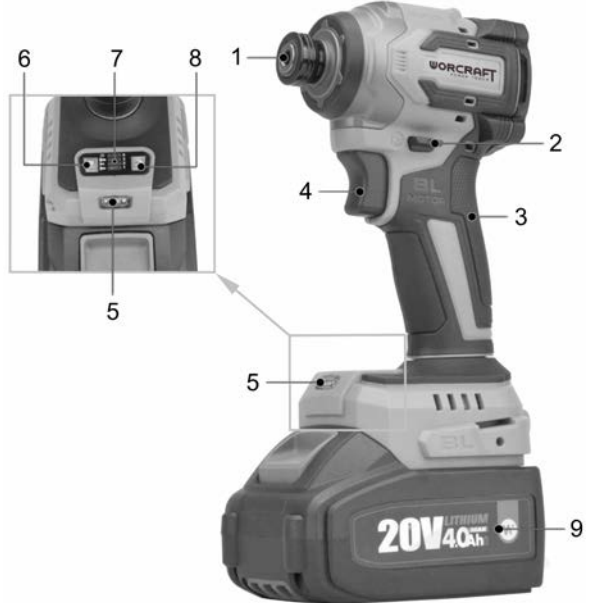

Рисунок 1
4.2 Встановіть біту або торцеву головку в шестигранний тримач «hex-drive» (1, рисунок 1). Щоб зняти встановлену насадку, відтягніть втулку тримача назовні та витягніть насадку (дивіться рисунок 3).
4.3 Для увімкнення виробу необхідно натиснути на пускову кнопку (4, рисунок 1). Регулювання швидкості обертання шпинделя здійснюється ступенем натискання на пускову кнопку. Разом з натисканням пускової кнопки здійснюється підсвічування робочої зони за допомогою світлодіода (5, рисунок 1). Для вимкнення виробу необхідно відпустити пускову кнопку (дивіться рисунок 4).
4.4 Встановіть перемикач напрямку обертання (2, рисунок 1) у необхідне положення натисканням на кнопку з позначкою відповідного символу з правого або лівого боку корпусу виробу залежно від характеру виконуваної операції (дивіться рисунок 5).
4.5 Якщо для виконання поставленої задачі зручно вибрати один з трьох режимів роботи з оптимальними параметрами (дивіться пункт 2.3.6), зробіть це послідовним натисканням кнопки (6, рисунок 1), як це показано на рисунку 6.
4.6 Якщо необхідно вибрати потрібний швидкісний режим з відповідним крутним моментом (дивіться пункт 2.3.7 і таблицю 1), зробіть це послідовним натисканням кнопки (8, рисунок 1), як це показано на рисунку 7.
- встановіть перемикач напрямку обертання (2, рисунок 1) у положення, яке відповідає операції відгвинчування;
- натискайте кнопку вибору режимів роботи (6, рисунок 1), доки не почне світитись світлодіодний індикатор (7, рисунок 1) біля символу «A», щоб вибрати режим автостоупу при відгвинчуванні;